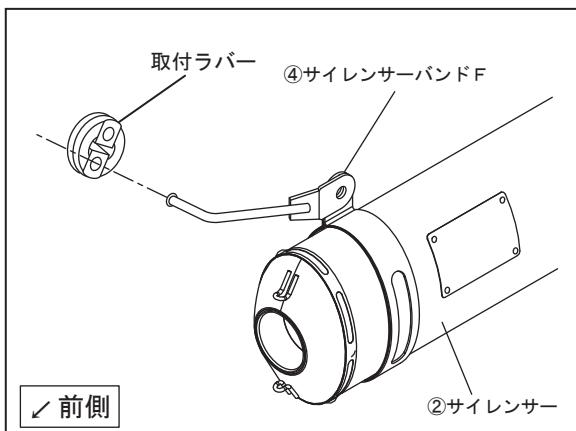

FIG. 2
5. サイレンサーバンド F/R のハンガーをそれぞれ純正サイレンサーを取り付けていた車体側のラバーに通して車両に取り付けて下さい。 (FIG. 2, 3 参照)